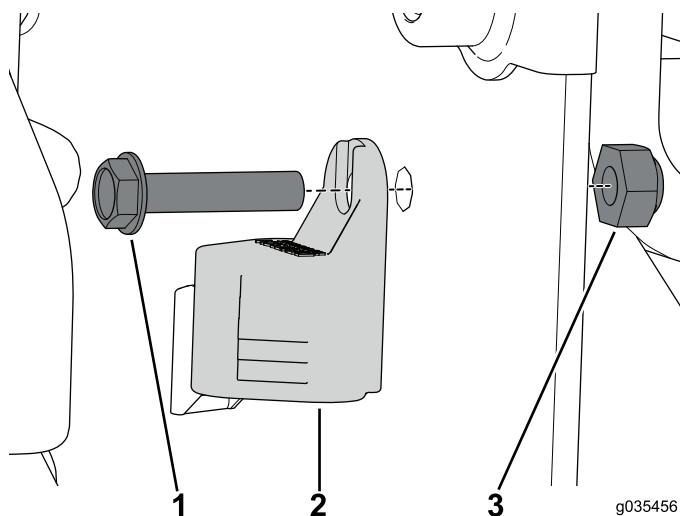

Figure 16
9. Fixez le capuchon de connecteur au boîtier du contrôleur à l'aide du boulon (n° 10 x 7/8") et du contre-écrou (Figure 16).